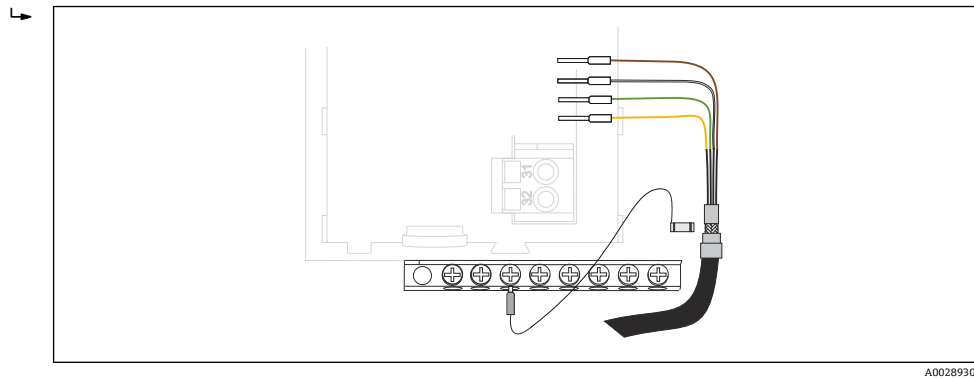

图 21 端子接线排
- ▶ 插槽未全部使用时，对于**非防爆型**设备：必须在最后一个模块右侧的 → 图 18, 图 21)。这样才能保证设备不受冲击影响。